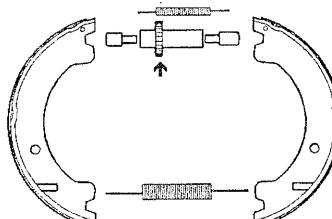

Рис.4.25.
30. Удалить нижнюю возвратную пружину и разъединить тормозные колодки, чтобы их можно было вынуть (см. рис.4.25).